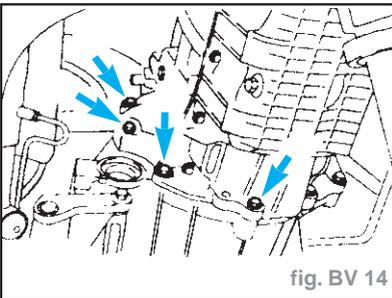

fig. BV 14
- Déposer les vis de bride et descendre la boîte de vitesses (fig. BV 14).